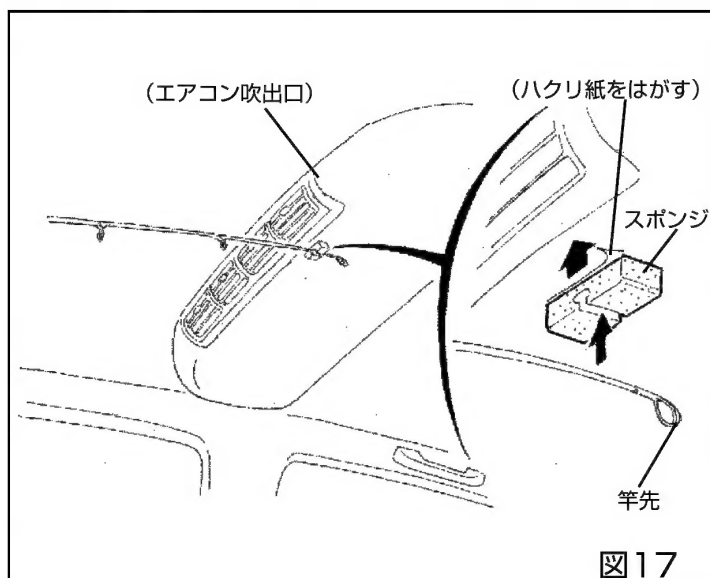

図17
1) 竿先が天井に当たるのが気になる方やエアコン吹出口などに干渉して走行中『カタカタ音』がする場合、付属のスポンジを貼り付けることで解消できる場合があります(図17)。